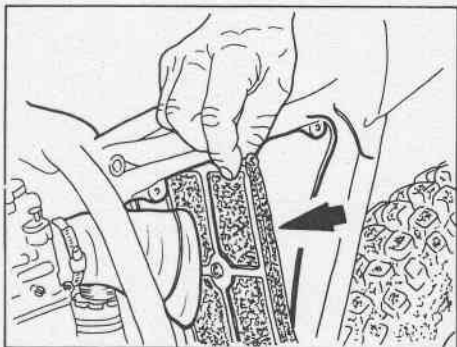

Fig. 27 - Filtro aria.
- rimuovere il filtro (Fig. 27) e lavarlo in acqua calda con sapone neutro o shampoo; dopo averlo sciaquato e strizzato, umidificarlo con olio per filtri. Ogni 3.000 km. ne consigliamo la sostituzione. Nel caso però, che il filtro presenti una forte concentrazione di polvere od altre impurità, consigliamo la sostituzione immediata.